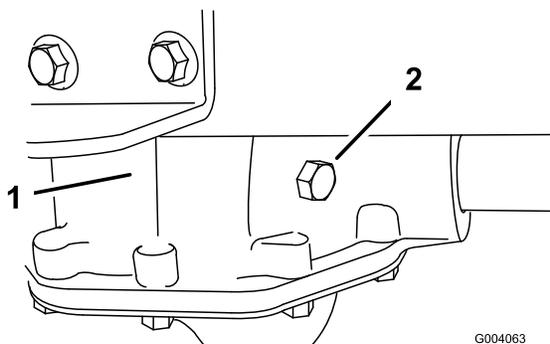

Figura 44
2. Togliete il bullone di controllo dal transaxle (Figura 44).